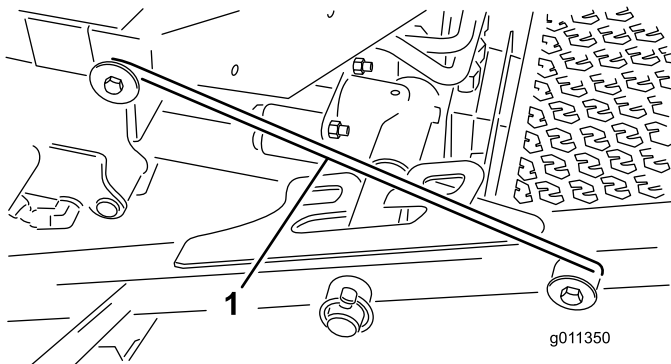

Figure 32
4. Dégagez la barre de verrouillage (Figure 32) de son point d'accrochage sur le bâti porteur avant.
5. Soulevez l'extérieur des tabliers de coupe avant et placez le verrou sur la goupille du bâti à l'avant de la plate-forme de l'utilisateur (Figure 32).